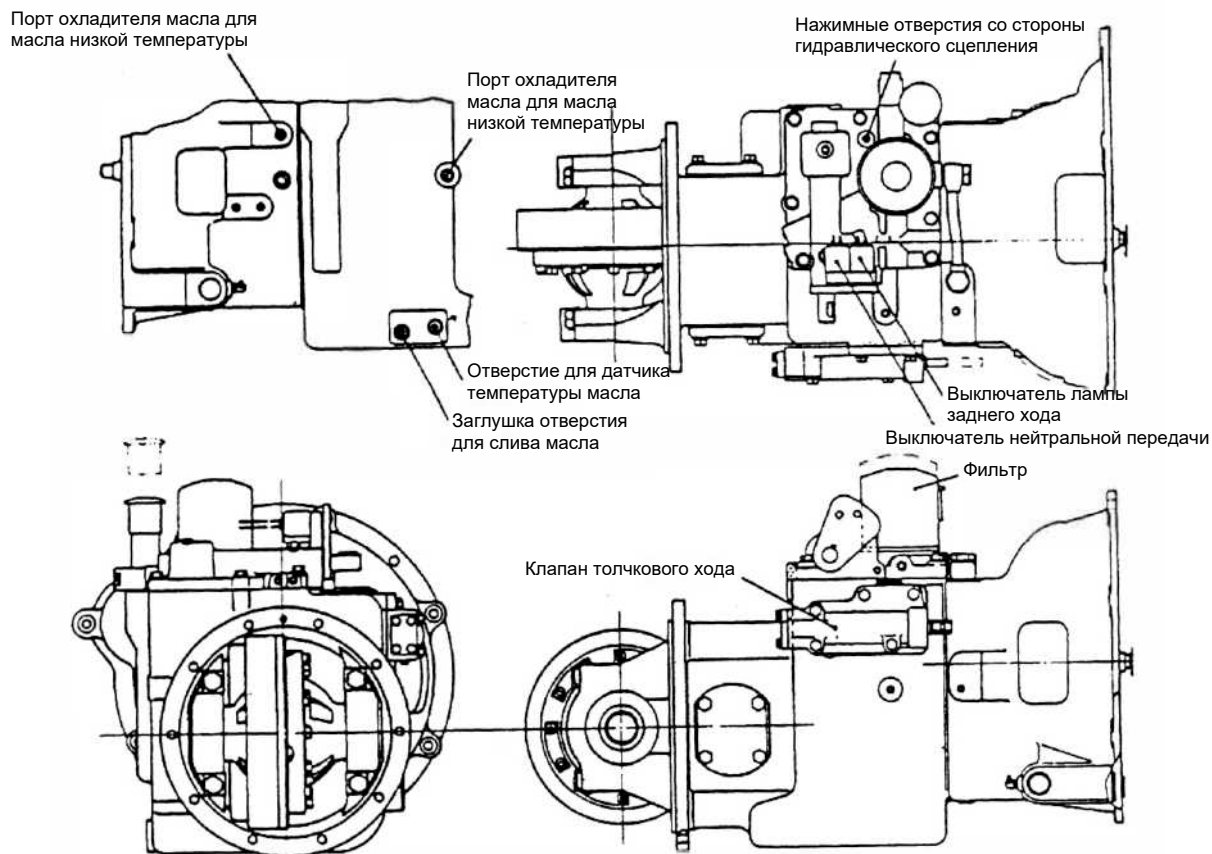

Рис. 4-8. Редуктор и дифференциал
4.8 Редуктор и дифференциал (рис. 4-8)
- (1) Полуось должна быть снята с передних колес.
- (2) Рычаг переключения передач должен быть установлен на нейтральную передачу.
4.10 Положение разъемов масляных портов (см. рис. 4-8)